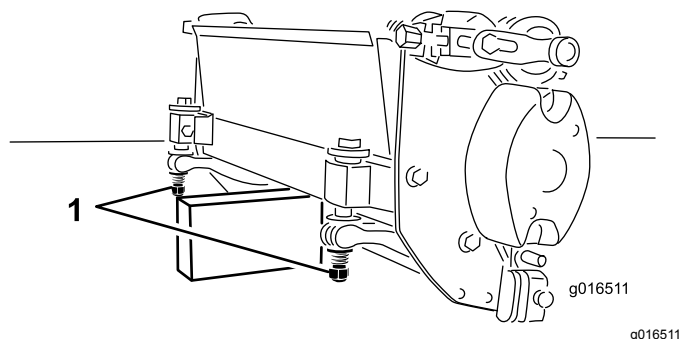

図 10
ベッドナイフやリールを見るためにカッティングユニットを立てる場合には、ベッドバー調整ボルトのナットが床面に接触しないように、カッティングユニットの後ろ側をスタンドなどで支えてください 図 10。
**注** ユニットの背面についているベッドバー調整ボルトのナットが床に当たっていないことを確認する。 図 10。